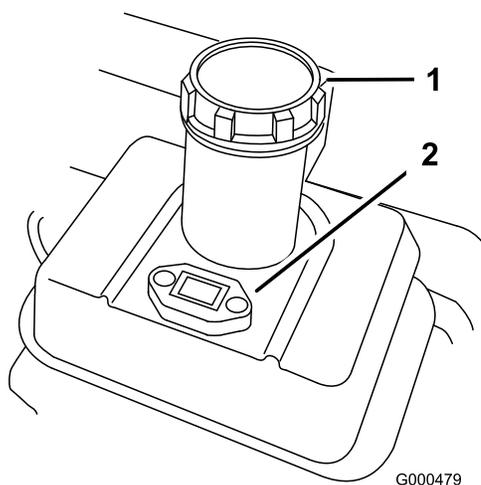

図 15
1. 燃料キャップ (図 15) の周囲をきれいに拭いてキャップ外す。無鉛ガソリンをフィルタ・スクリーンの下まで給油する。入れすぎないこと。